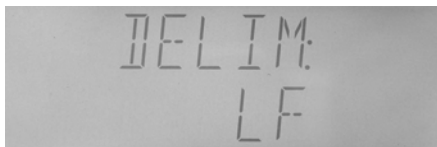

图 4—33 结束符选择
- a) 在系统设置页，按【◀】或【▶】键选择“DELIM”项，如图 4—33 所示，